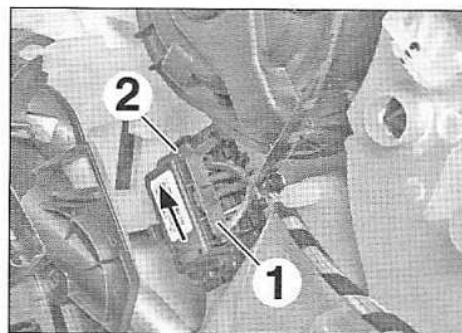

FIG.26
- Débrancher le connecteur (1) (Fig.26).
- Déverrouiller puis déposer le module de commande (2).